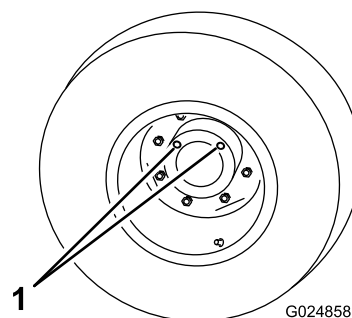

図 64
5. まだプラグを取り付けていない方の穴が 11時 - 1時の位置にくるように、車輪を回転させる 図 64。